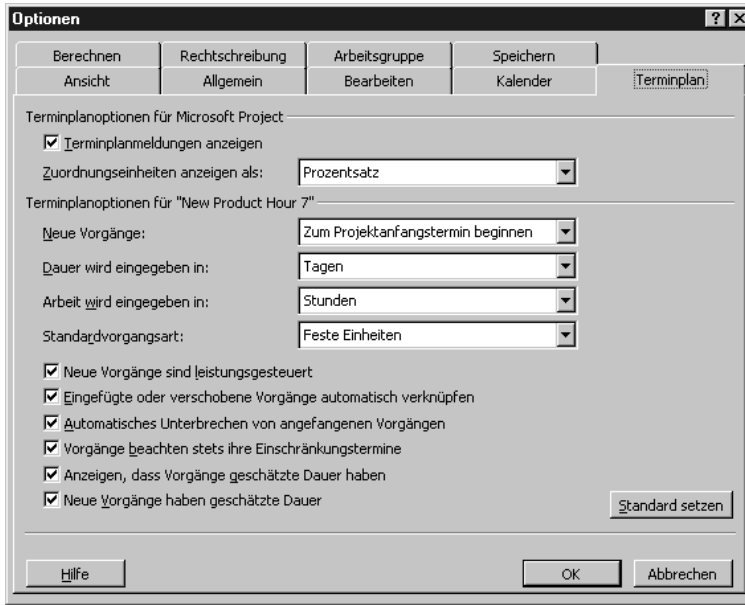

Abbildung 7.6:
1. Gehen Sie zu EXTRAS, OPTIONEN, um das Dialogfeld Optionen anzuzeigen. Wählen Sie die Registerkarte TERMINPLAN aus (siehe Abbildung 7.6).